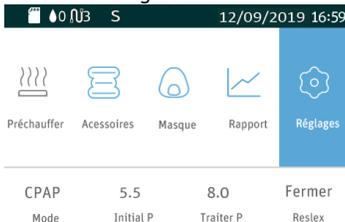

Fig. 16-2
**Remarque:** L'interface ci-dessus applicable uniquement à l'appareil n'active pas SmartC ou SmartA. Si SmartC ou SmartA est activé, et le symbole  apparaîtra dans la barre d'état en haut de l'écran, comme montré dans la Fig.16-2.
**Remarque:** Lorsque le niveau d'humidité est désactivé, l'icône de Fonction de Préchauffage  devient grise, comme montré dans la Fig.16-2.